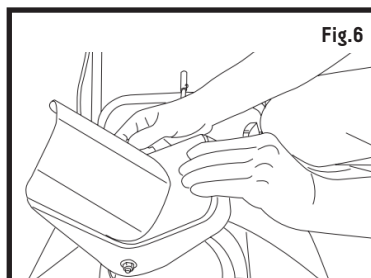

Fig.6
2. Levez le déflecteur de la goulotte et verrouillez-le fermement sur la goulotte d'éjection (fig. 6).